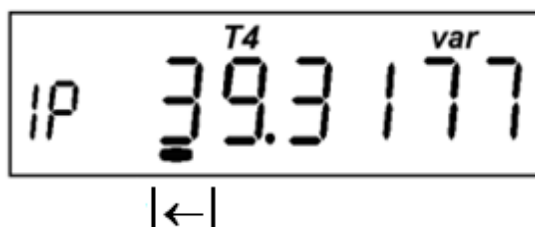

Рисунок 4.14
- прогнозируемая фактическая величина отпущенной реактивной мощности (отображается мнемоникой "*var*" и маркером "|←")* (Рисунок 4.14):